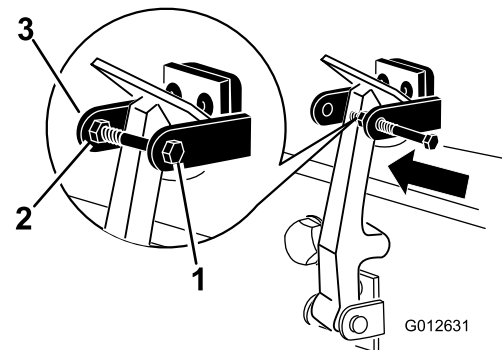

Bild 8
8. Befestigen Sie die Schraube am anderen Arm der Motorhaubenhalterung, um den Riegel zu arretieren (Bild 8).